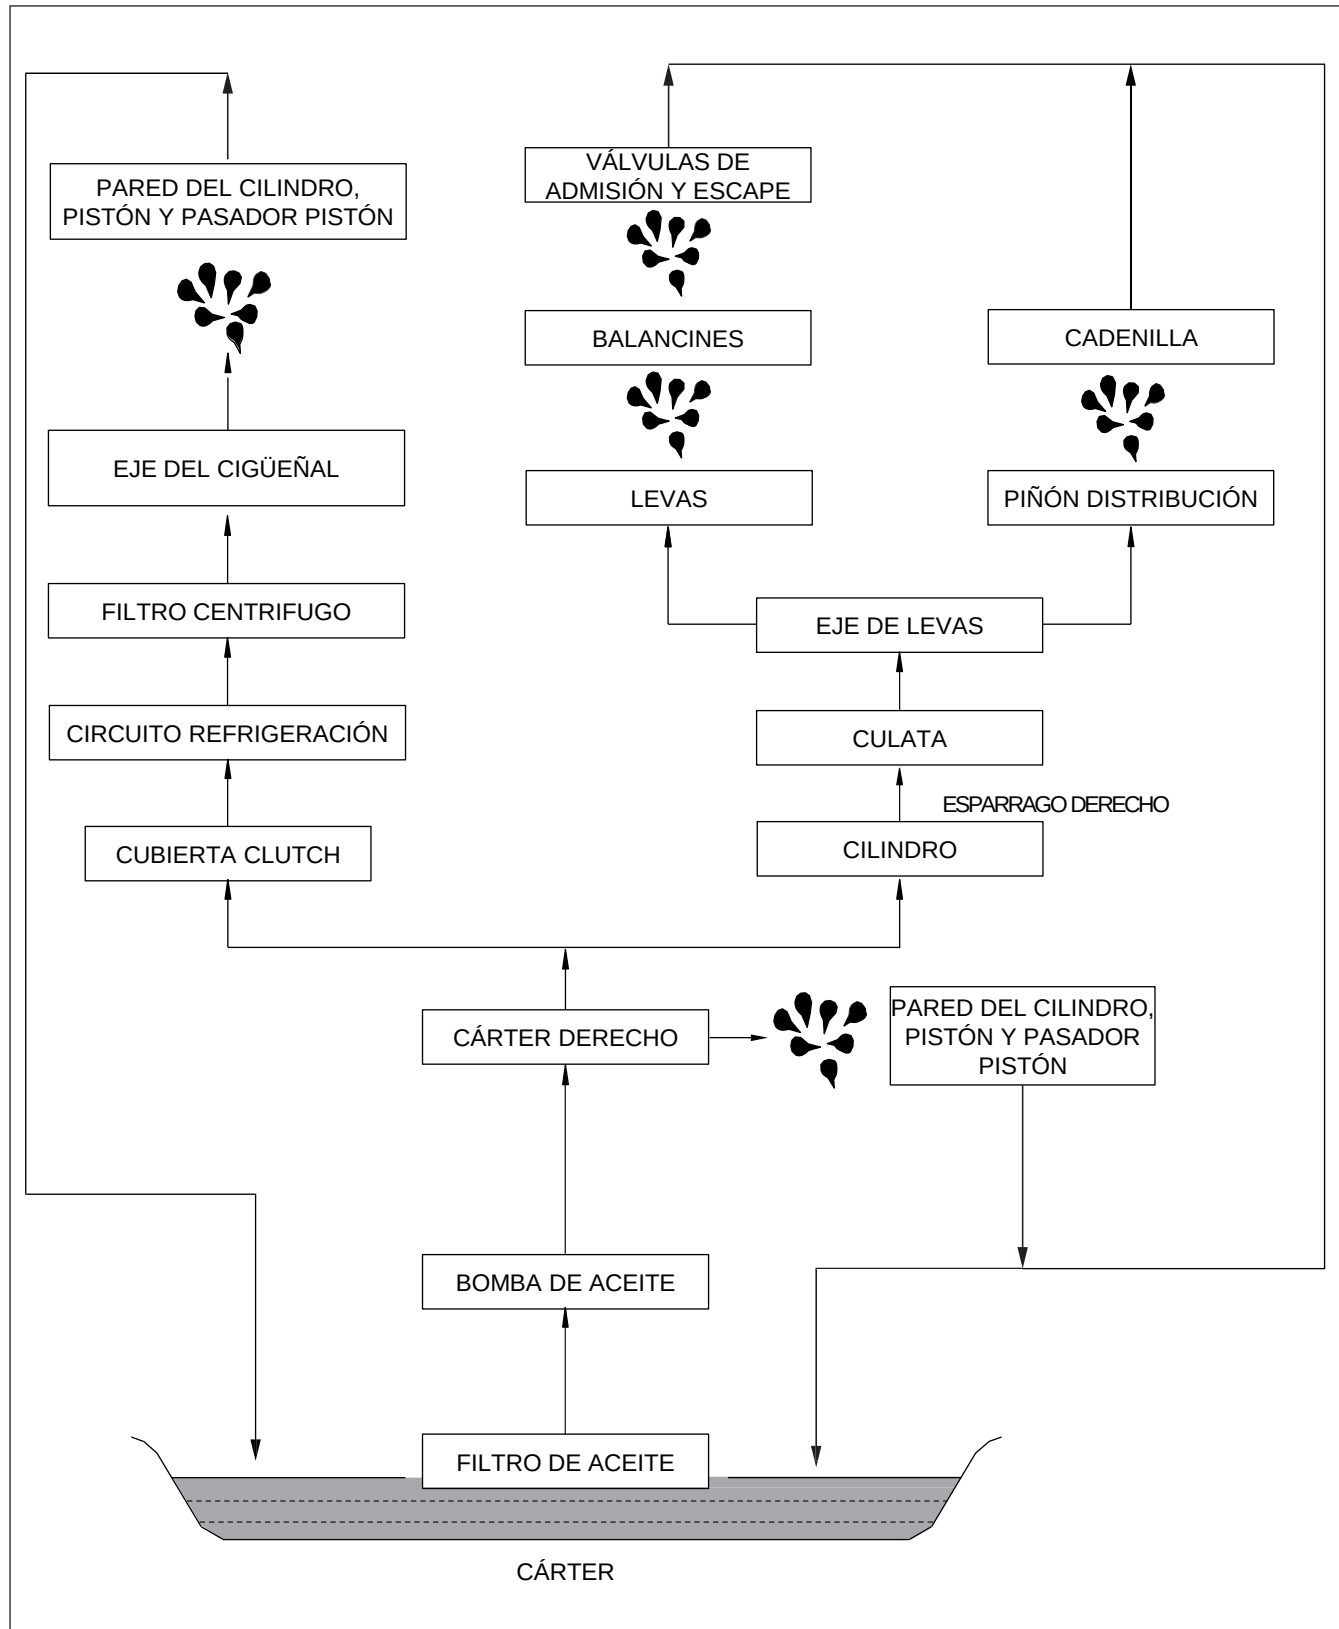

Fig. 4.31
- En este vehículo, el sistema de lubricación es llamado sistema de lubricación positiva. Cuenta con una bomba trocoidal en el cárter, que distribuye aceite por todo el circuito de lubricación. Tiene un filtro de aceite en la entrada de la bomba de aceite. El aceite fluye a través del circuito para lubricar y refrigerar. El circuito de aceite se muestra en la figura (Fig. 4.31)